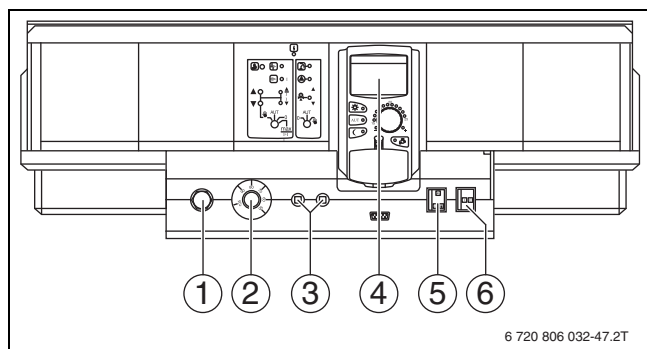

Fig. 3 Automatizare, exemplu CFB 930
Puneți în funcțiune cazanul dumneavoastră de încălzire la nivelul aparatului de reglare (în exemplul de aici, fig. 3: CFB 930). Odată cu punerea în funcțiune a automatizării, este pus în funcțiune în mod automat și arzătorul. Arzătorul poate fi pornit apoi de automatizare.
Scoateți cazanul dumneavoastră din funcțiune prin intermediul aparatului de reglare (de exemplu, aparat de reglare CFB 930, → fig. 3, pagina 6). Odată cu scoaterea din funcțiune a automatizării, arzătorul este deconectat în mod automat.
- ▶ Aduceți întrerupătorul de pornire/oprire (→ fig. 3, [2]) la poziția "0" (OPRIT).